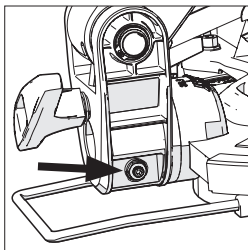

**Abb. 10**
- Lösen Sie die Kontermutter an der Einstellschraube für den Schrägwinkel mit einem 10 mm Maulschlüssel und einem 3 mm Innensechskantschlüssel (nicht im Lieferumfang enthalten). **(Abb. 10)**